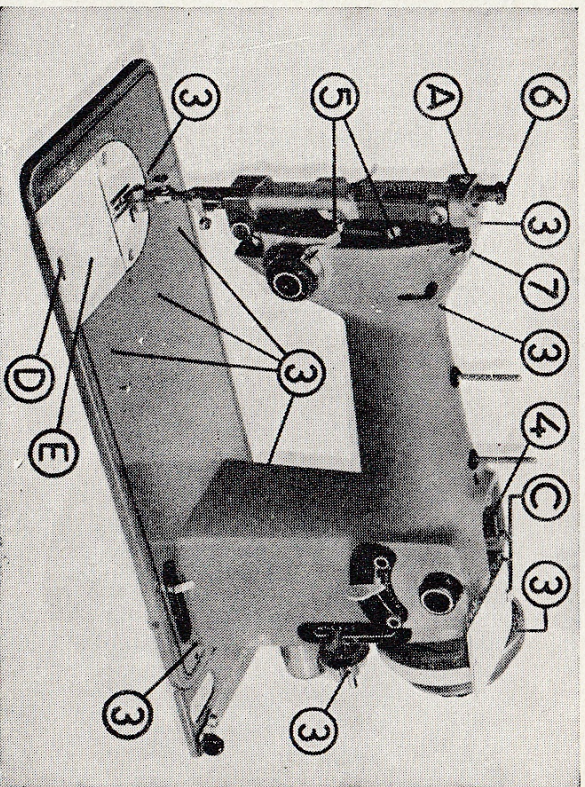

Fig. 9
Druk met de vinger op de gleuf (D, fig. 9) van de schuifplaat (E, fig. 9) en open haar om de spoelhuls zichtbaar te maken.
- Plaats de machinekop in zijn normale stand, en neem de voorplaat weg, na de vijs (A, fig. 9) ietwat los gegeven te hebben. Smeer de zes gaatjes in de grondplaat, de vijf
gaaies op de bovenarm, het gaatje op de buitenste buis van het handwiel, en het gaatje van de spoeler, allen rood gemerkt op de machine (3, fig. 9). Smeer de twee gaatjes 5 van de koppelstang van de naaldbaar, het gaatje 6 waar de voetbaar, en het gaatje waar de naaldbaar inglijden. Langs de opening 7, smeert men de twee gaatjes in de hulzen van de draadtrekhevel, draai hiervoor het handwiel met de hand tot de beide gaatjes gemakkelijk te bereiken zijn.
- Draai de bovenplaat open door, indien nodig, de vijs een weinig te lossen (C, fig. 9). Langs de aldus vrijgekomen opening, aangeduid door 4, de drie rood gemerkte smeergaatjes, de twee vorken en de tanden van alle kamwielen smeren.